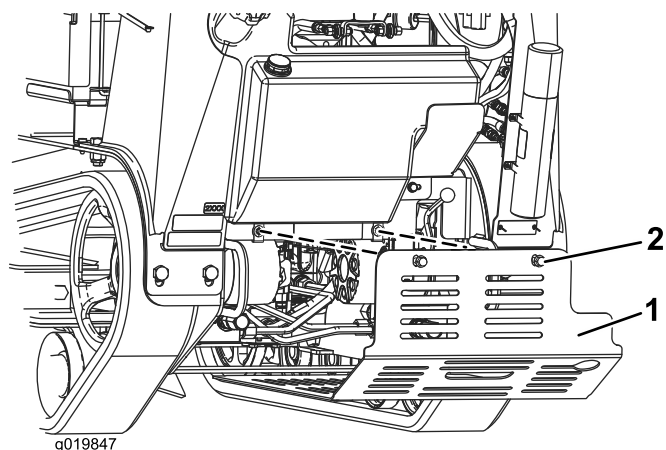

Figura 25
5. Para instalar el protector antes de utilizar la máquina, deslice el protector inferior en la máquina de modo que descansa sobre las 4 pestañas y sujételo con los 2 pernos que aflojó anteriormente (Figura 25).
3. Afloje secuencialmente los 2 pernos que sujetan el protector inferior hasta que el deflector quede libre (Figura 25).